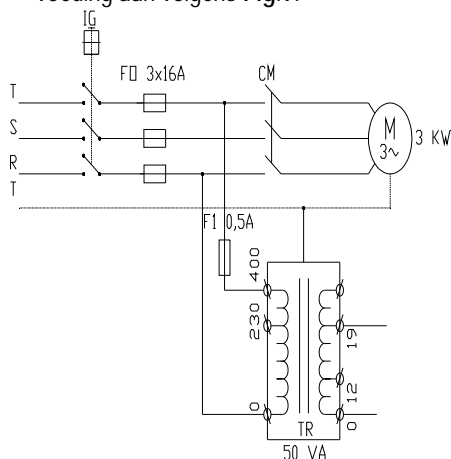

Fig.9
1. Voer de snoeren van de daalveiligheidsschakelaar en voeding naar de bedieningskast. Sluit de voeding aan volgens Fig.9.